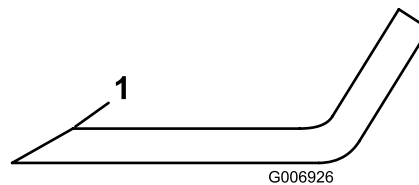

Figura 16
3. Inspeccione as extremidades de corte de todas as lâminas. Afie as extremidades de corte se estas apresentarem sinais de desgaste ou ranhuras. Afie apenas a zona superior da parte cortante e mantenha o ângulo de corte original para garantir um desempenho eficaz da lâmina (Figura 16). A lâmina mantém o equilíbrio se for retirada a mesma quantidade de metal de ambas as partes cortantes.